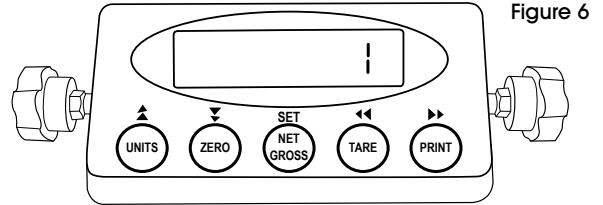

Figure 6
- Réglez la valeur sur « 1 ». Appuyez sur NET/GROSS (NET/BRUT) pour enregistrer. Appuyez sur UNITS (UNITÉS) pour quitter. (Voir Figure 6)